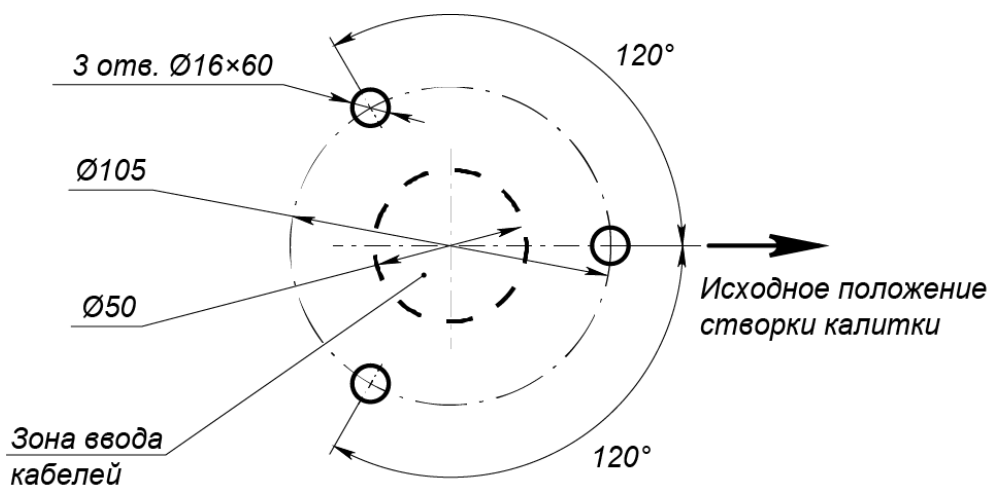

Рисунок 10. Схема разметки для монтажа калитки¹
2. В соответствии со схемой, приведенной на рис. 10, произведите разметку и разделку отверстий в полу под гильзы анкеров (9) для крепления стойки калитки. При необходимости используйте разметочный шаблон из комплекта поставки.
4. При необходимости прокладки кабелей питания (13) и управления (14) под поверхностью пола подготовьте в полу кабельный канал, подходящий к зоне для ввода кабелей в стойку калитки. Расположение зоны подводки кабелей указано на схеме, приведенной на рис. 10.